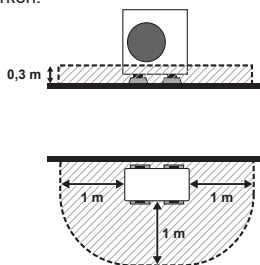

Fig. 3-3
(2) När den monterats på en plats med 3 öppna sidor (på en vägg på en byggnad) (Fig. 3-3)